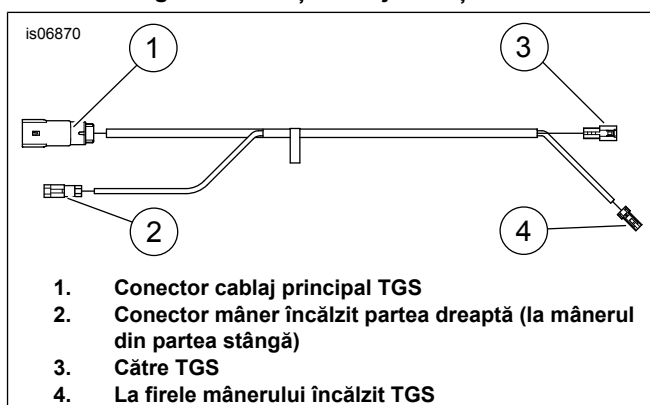

Figura 3. Cablaj de legătură TGS
4. Consultați Figura 3 . Atașați **NOUL** cablaj jumper TGS la TGS.
- a. Conectați conectorul (3) la cablajul TGS.
- b. Conectați conectorul (4) la conectorul mânerului încălzit.